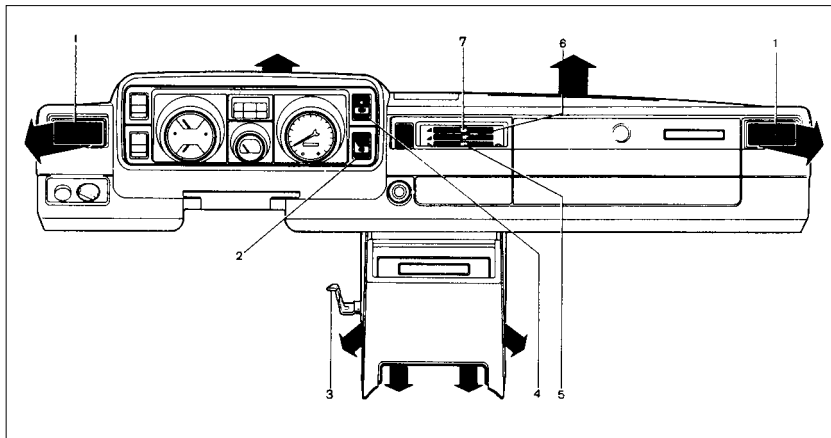

Рис. 31. Органы управления вентиляцией и отоплением салона
- через верхние сопла на панели приборов, если переместить вправо распределительный рычаг 5 (рис. 31, 32) и рычаг 6 управления крышкой люка воздухопритока;